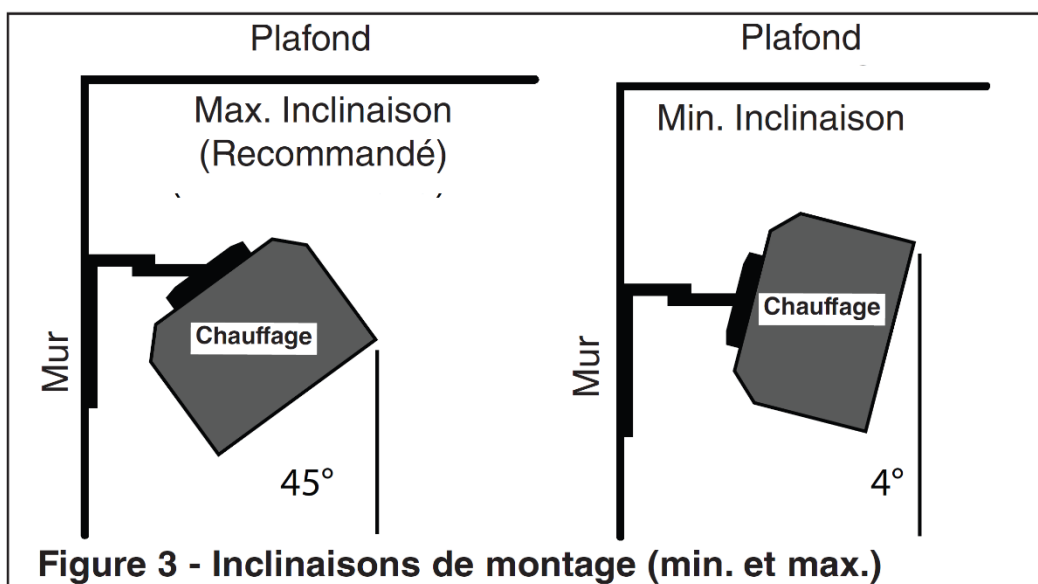

Figure 3 - Inclinaisons de montage (min. et max.)
3. Ce radiateur est chaud quand il est en fonctionnement. Pour éviter des brûlures, ne laissez pas de peau nue toucher ses surfaces chaudes. Maintenez les matières combustibles comme le mobilier, les oreillers, la literie, les papiers, les vêtements et les couvertures, à au moins 7 pieds (210 cm) de distance de l'avant du radiateur. Voyez la Fig. 3 pour les exigences en dégagements minimaux à l'installation.
2. Ce chauffage est prévu pour un montage mural uniquement en utilisant le support mural fourni avec (Voir la Fig. 1). Voir Fig. 2 pour Dégagements de montage minimum et Fig. 3 pour le montage instructions.
6. Le support du radiateur permettra de régler son angle d'inclinaison d'environ 4 à 45° par rapport à l'horizontale. L'angle d'inclinaison optimal est de 45° (Voir la Fig. 3).